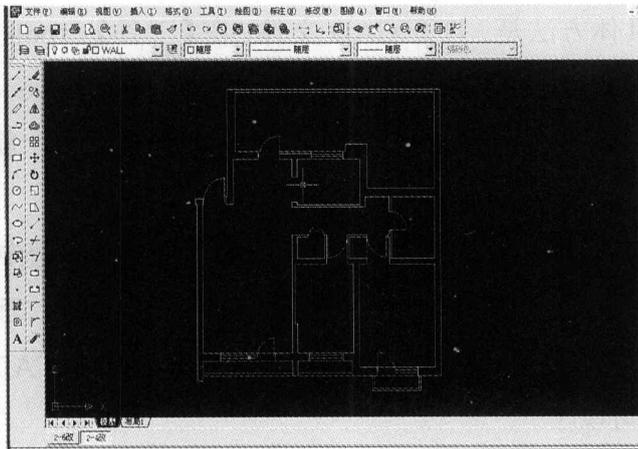

图 1-11
(1) 打开 CAD 文件，选择一个基本户型进行编辑，删除标注、轴线、尺寸线、图框和文字，如图 1-11 所示。